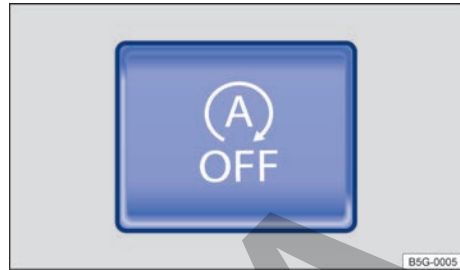

Fig. 102 En la parte inferior de la consola central: tecla del sistema Start-Stop.
- Para desconectar el sistema, pulse la tecla  situada en la consola central → fig. 102. Cuando el sistema Start-Stop está desconectado, se enciende el testigo de control de la tecla.
- Para volver a conectar el sistema, pulse de nuevo la tecla  de la consola central → fig. 102.